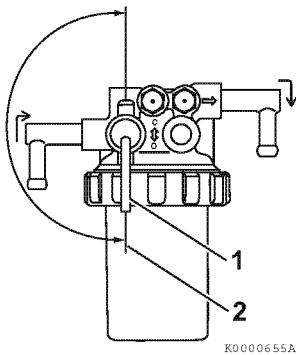

Рисунок 1
- Убедитесь, что топливный кранник топливного фильтра/водоотделителя (1, Рисунок 1) находится в открытом положении (2, Рисунок 1).